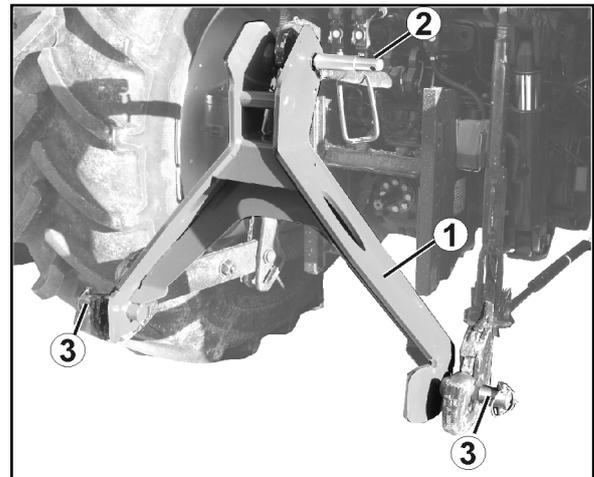

Fig. 52
Das Schnellkuppelsystem (Fig. 52/1)
- den Oberlenkerbolzen (Fig. 52/2) des Kuppeldreiecks nutzen, mit Kugelhülse ausrüsten und mit Klappstecker sichern.
- die Unterlenkerbolzen mit Kugelhülsen ausstatten, Distanzbuchsen (Fig. 52/3) aufschieben und mit Klappstecker sichern.